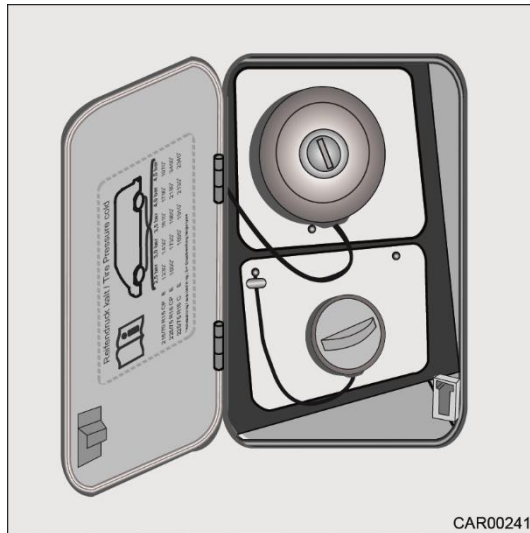

Fig. 210 Emplacement de l'autocollant
- Les pressions des pneus sont indiquées sur un autocollant (Fig. 210) apposé sur le véhicule.